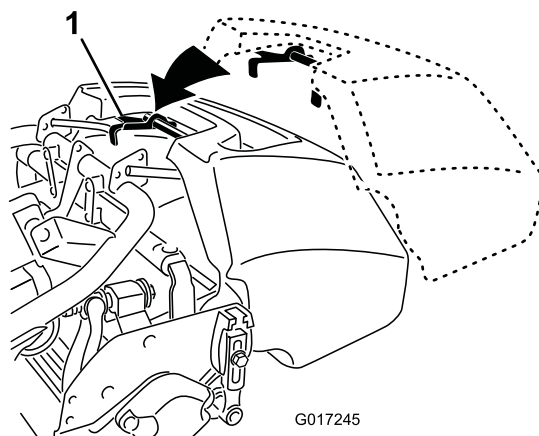

Bild 21
1. Fassen Sie den Fangkorb am Holm an (Bild 21).
2. Schieben Sie die Fangkorblippe zwischen den Seitenplatten der Schneideinheit und über die Frontrolle ein (Bild 21).
3. Befestigen Sie die Fangkorbhaken über der Rahmenschleife (Bild 21).